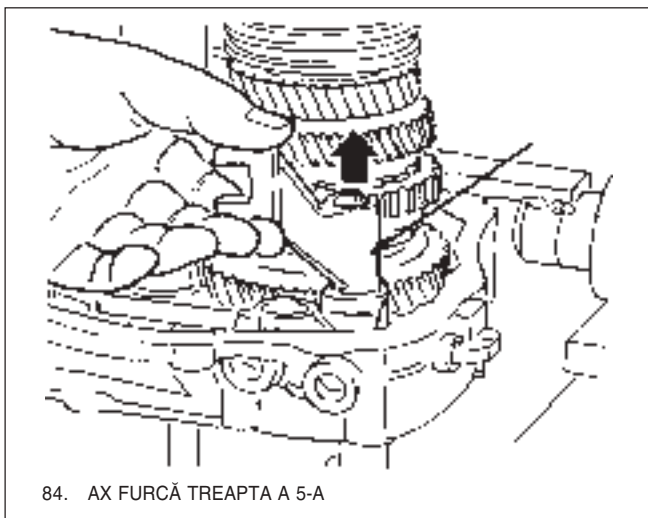
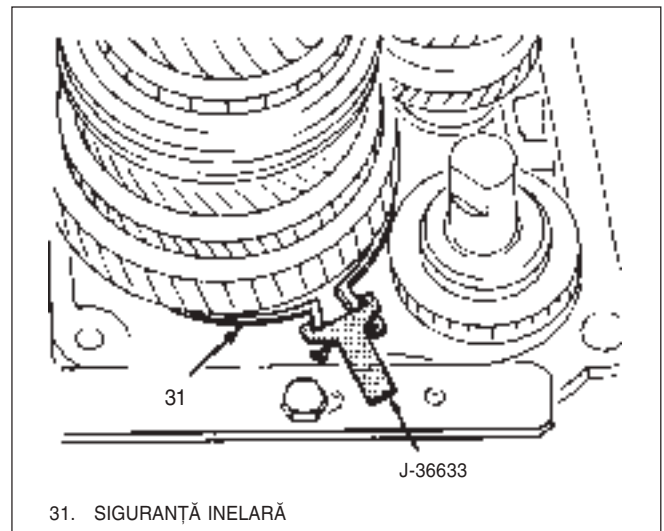

Fig. 18 Ax furcă treapta a 5-a
Fig. 21 Strângere siguranță inelară
- 18) Se scoate din placa portlagăre axul furcii treptei a 5-a, Fig 18.
- 19) Siguranțe inelare de fixare a arborelui primar(70) și a celui secundar(83) de placa portlagăre(36).
- Imobilizând arborele secundar, se comprimă siguranța inelară(31) și se montează KM-443A pentru a o ține strânsă.
- Siguranța inelară(69) de pe arborele primar(70), Fig 21.
- 20) Se scoate tija de interblocare(40) din placa portlagăre(36).